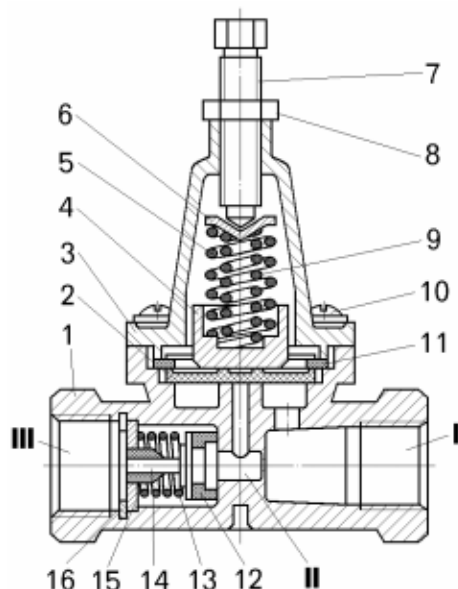

Рисунок 11.1 – Одинарный защитный клапан:
- отвернуть винты 10 (рисунок 11.1) крепления крышки 3 к корпусу 1, снять крышку, вынуть диафрагму 2, шайбу 11, поршень 4, пружины 5, 9 и тарелку пружин 6;